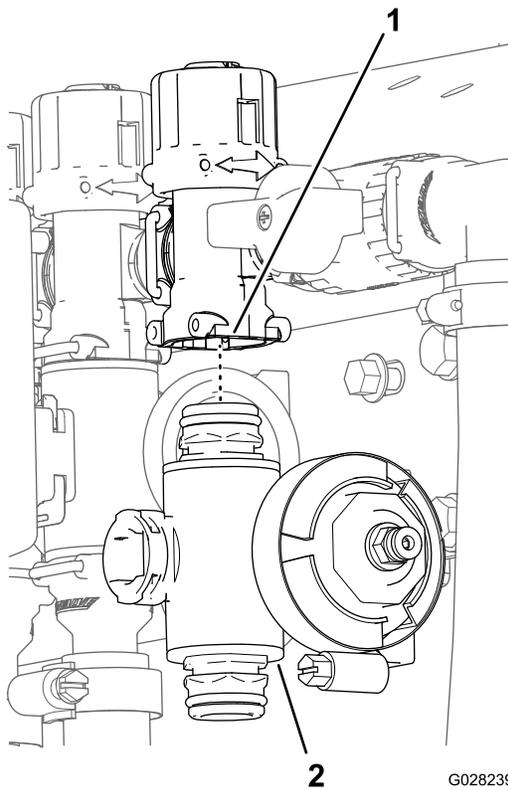

Figura 76
3. Para las válvulas de sección izquierda y derecha, retire los pernos con arandela prensada y las contratueras con arandela prensada que sujetan la(s) válvula(s) de sección al soporte de las válvulas y retire el/los distribuidor(es) de la máquina; para la válvula de la sección central, retire el distribuidor de la válvula de sección de la máquina (Figura 76).